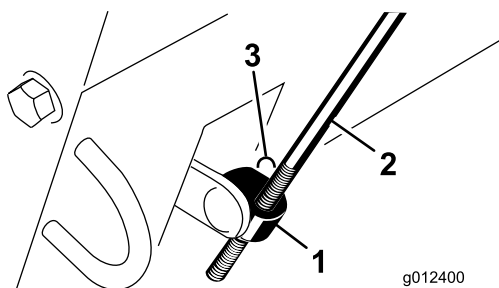

Figure 6
6. Insérez l'adaptateur sur le levier coudé de changement de vitesse et fixez-le avec une rondelle et une goupille fendue (Figure 6).